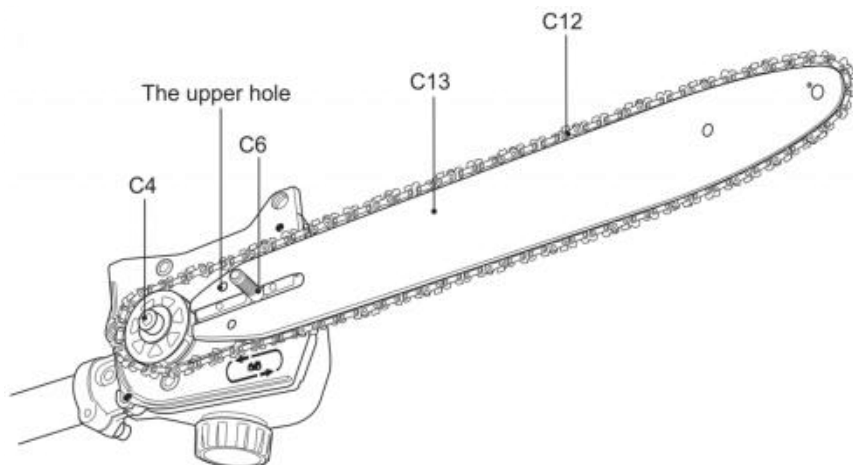

Fig. 10
6) Alinee la cadena de sierra (C12) y el conjunto de la barra guía (C13) con la rueda dentada de accionamiento (C4) y el perno de montaje (C6). Coloque la cadena de sierra (C12) alrededor de la rueda dentada de accionamiento (C4) y luego baje la barra guía (C13) para instalarla en el perno de montaje (C6). Asegúrese de que el pasador de tensión esté insertado en el orificio superior de la barra guía (C13). (Fig. 10)